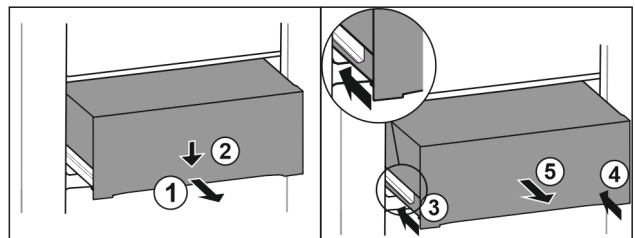

Fig. 213
- Izvucite ladicu na pola. Fig. 213 (1)
- Pritisnite ladicu naprijed prema dolje. Fig. 213 (2)
- Gurnite lijevu vodilicu za oko 2 cm. Fig. 213 (3)
- Gurnite desnu vodilicu za oko 2 cm. Fig. 213 (4)
- Izvadite ladicu prema naprijed. Fig. 213 (5)